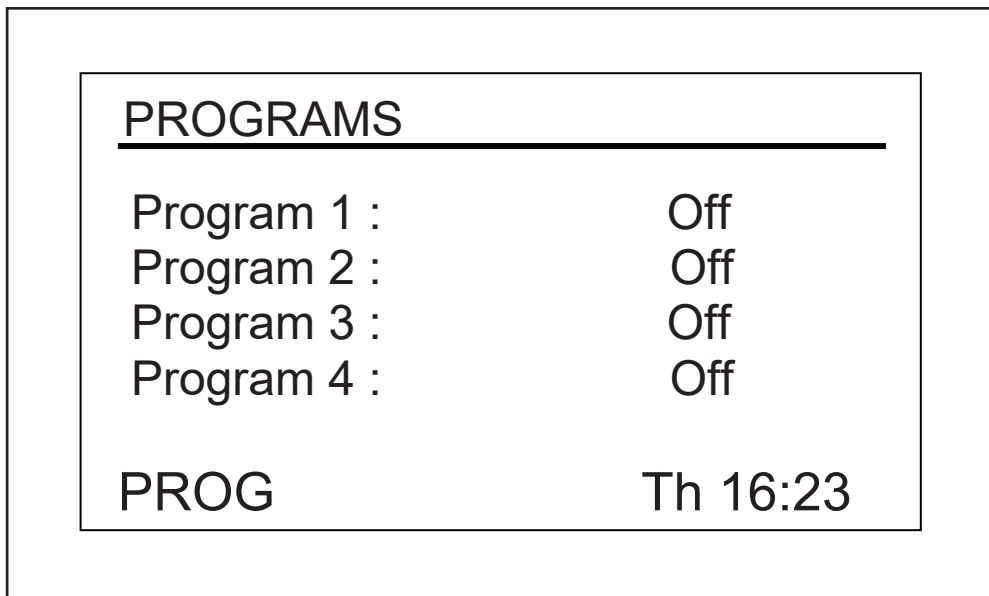

Fig. 9-10: Tela Programs
Para acessar o modo de programação, use o botão de controle para selecionar a tela *PROG* (aqui Fig. 9-10 na pág. 61). Neste ponto pode executar *Execute* um programa, editar *Edit* um programa, gerar um programa novo *New* ou desligar *Off* um programa. *Off* é o modo padrão.
1. Use o botão de comando para realçar o modo do programa 1 (em nossa tela exemplo é (aqui Fig. 9-10 na pág. 61), está *Off*), depois pressione o botão de comando.